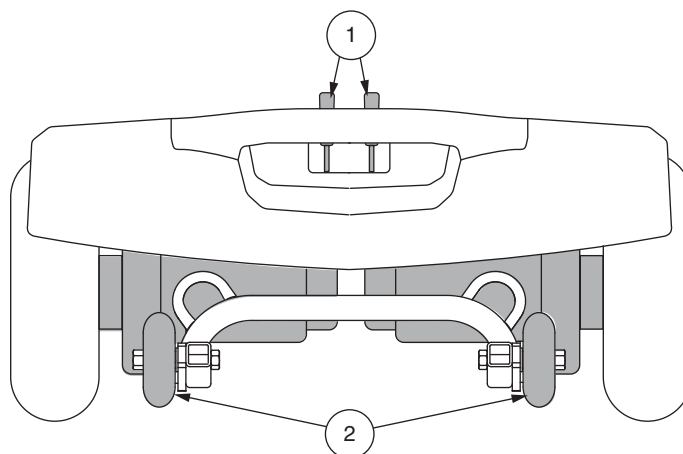

Figure 8. Section arrière - Jazzy ZTS
Votre Travel Scooter est équipé de deux leviers d'embrayage manuel « pour passer au neutre » un sur chaque moteur. Ces leviers vous permettent de débrayer les moteurs de la boîte de vitesse, afin de pouvoir manoeuvrer votre Travel Scooter manuellement. **Voir la figure 8.**
1. Trouvez les leviers sur la section arrière de la Travel Scooter. **Voir la figure 8.**